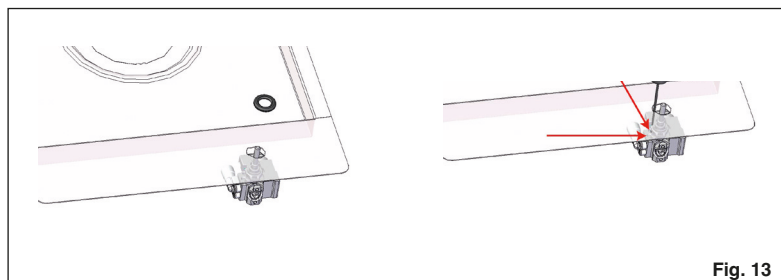

Fig. 13
- substitua os bicos (Fig. 13) com outros próprios ao tipo de gás que utilizar (veja a tabela relativa às “Características das peças a utilizar”;
- para a regulação do mínimo agir com uma oportuna chave de parafuso sobre o parafuso colocado na torneira (Fig. 13) depois de o ter rodado à posição mínimo. Para GPL (butano/propano) ataraxar a fundo.